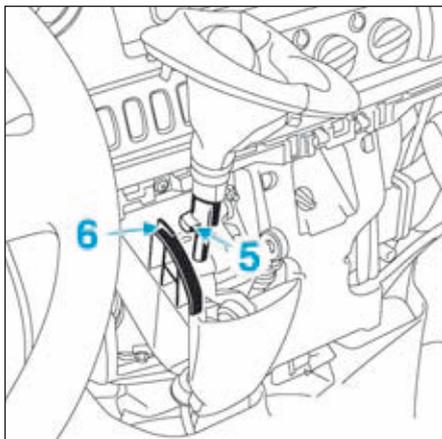

FIG.52
- Soulever la bague (4) et déverrouille le clip orange (5) (Fig.52).
- Le jeu entre la gachette (5) et la butée (6) doit être de 10 mm (Fig.52).